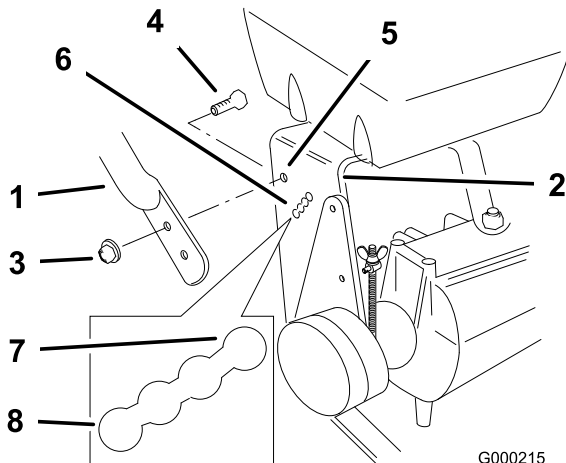

Figura 16
- Afloje los pernos con arandela prensada superiores (3/8 x 1") y la tuerca con arandela prensada que sujetan el manillar al bastidor trasero (Figura 16).
- Retire los pernos con arandela prensada inferiores (3/8 x 1") y las tuercas con arandela prensada que fijan el manillar al bastidor trasero (Figura 16).